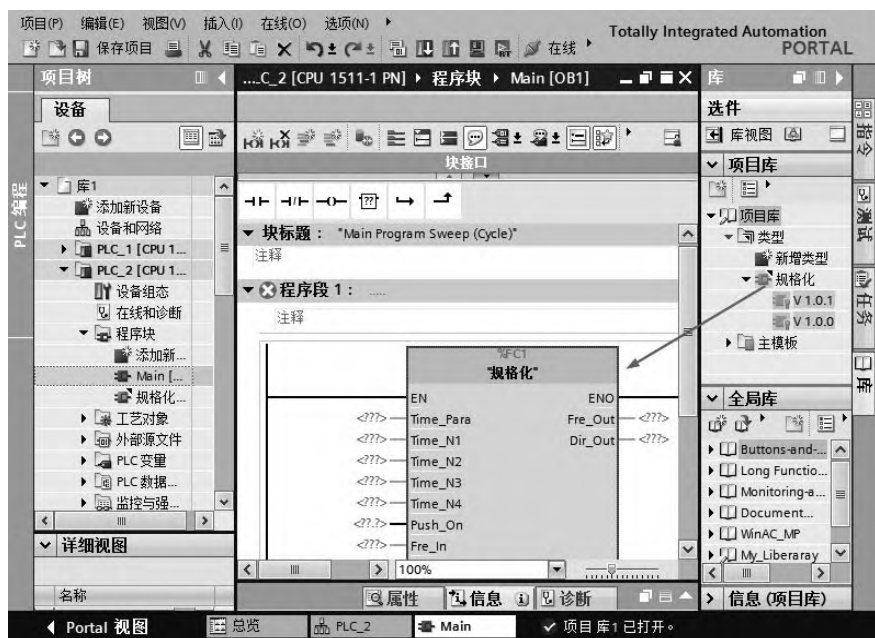

图 12-27 调用项目库中的类型
② 调用项目库中的类型。本例中，在 PLC_1 中创建了函数“规格化[FC1]”，并将其添加到项目库的类型中，现需要在 PLC_2 中调用，只要选中类型中的“规格化”，用鼠标将其拖拽到箭头所指的位置即可，如图 12-27 所示。